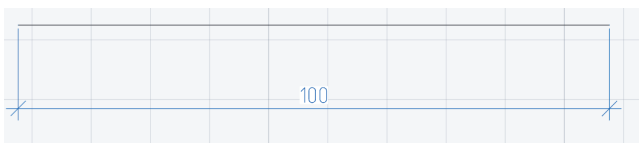

Рис. 17. Образмеренная линия
- Чертим линию и наносим размер (рис. 17).